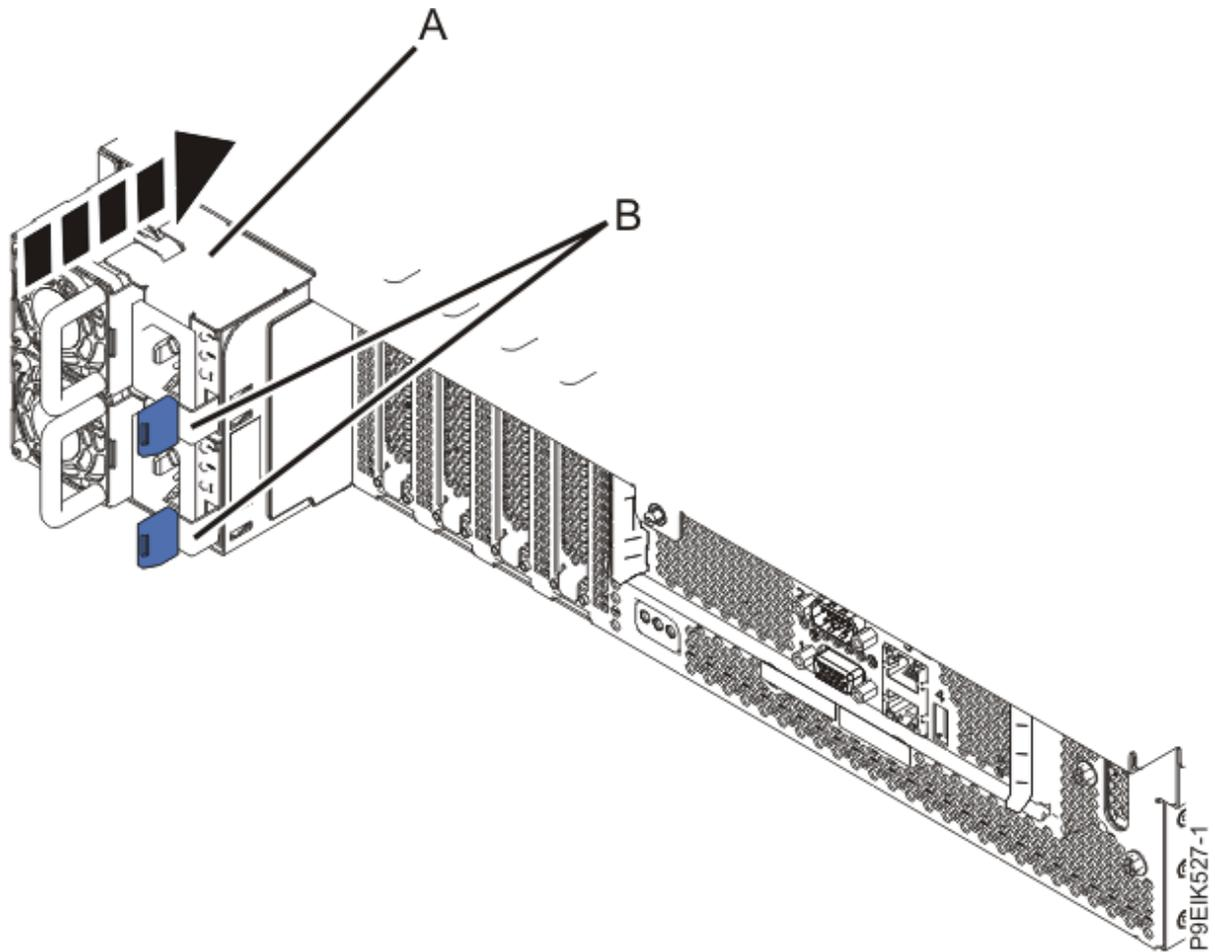

Figure 114. Remplacement des blocs d'alimentation dans le système
4. Remplacez les blocs d'alimentation comme illustré dans la Figure 114, à la page 147.